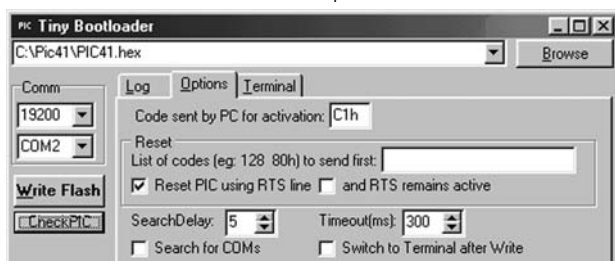

рис. 12
2. Запустить на выполнение программу "tinybldWin.exe" (631 Кб). Указать в ее меню путь к прошиваемому файлу "pic41.hex", выбрать скорость 19200 и номер порта COM2 (COM1). Перейти в закладку "Options" и заполнить экран согласно рис. 12.